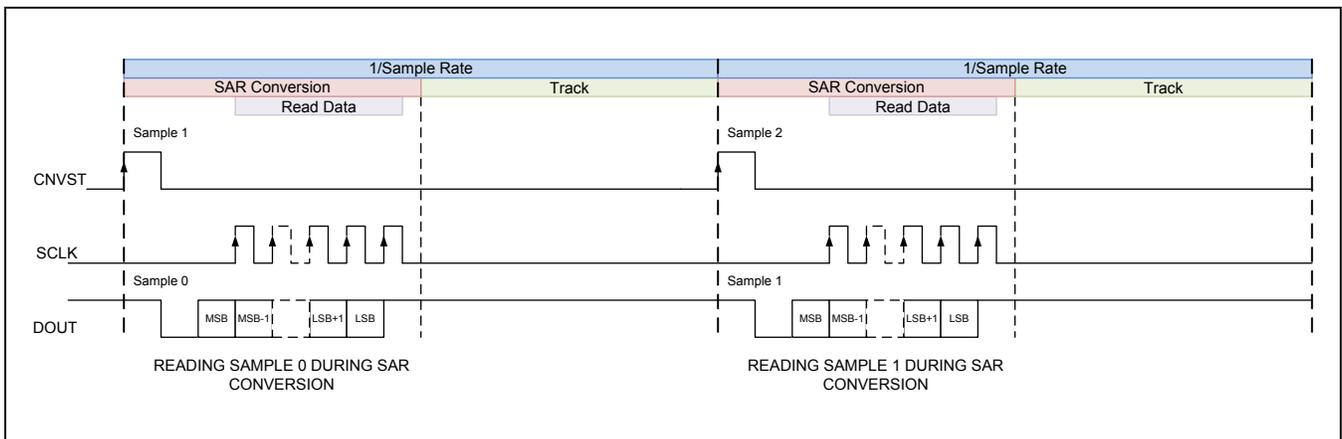

图6.SAR转换阶段读取
- SAR转换阶段读取(图6)
在SAR转换阶段读取模式下，仅在SAR转换阶段读取数据。图6所示为该模式下的SPI控制信号。注意，在SAR转换阶段读取的数据对应前一转换帧。